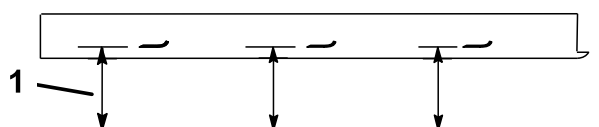

Figura 55
2. Misurate la distanza da una superficie piana al bordo tagliente (posizione A) delle lame (Figura 55). Prendete nota di questa misura.